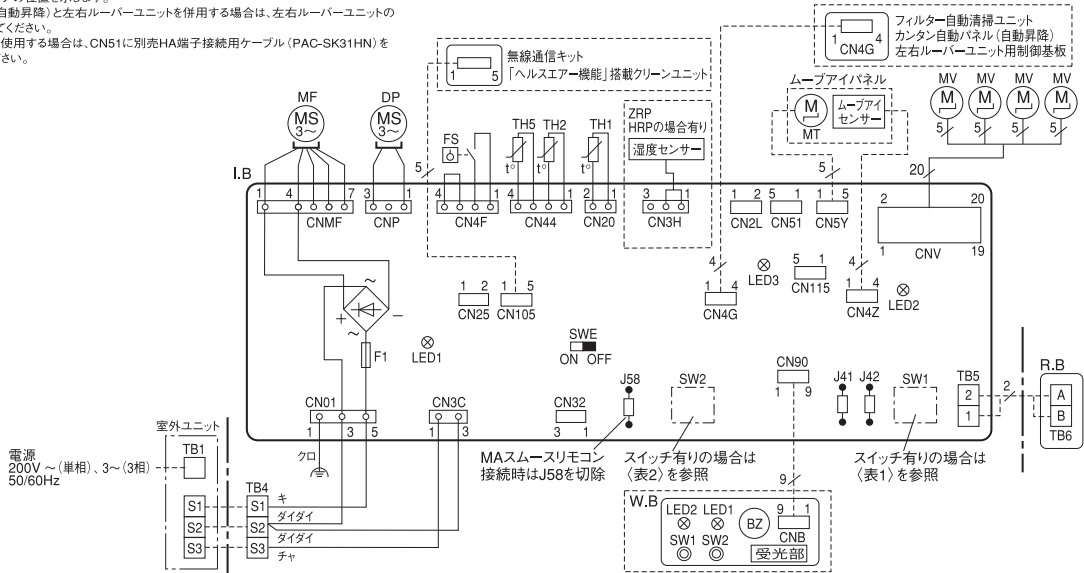

図1) TB5端子盤(リモコン伝送線)への配線接続時の注意
(1) 室内ユニット
- TB5(端子盤)へ動力線は絶対に接続しないでください。その他の注意事項は、図1を参照してください。
4. TB5(端子盤)へ動力線は絶対に接続しないでください。その他の注意事項は、図1を参照してください。